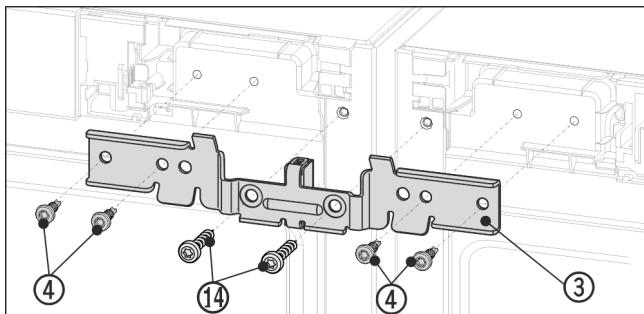

Fig. 12 Simbolična slika
- ▶ Kotnik Fig. 12 (3) z distančnikom potisnite med aparata in na zatiče. Kotnik izmenično rahlo privijte na levi in desni strani s štirimi vijaki Fig. 12 (4) in predhodno izvitima ozemljitvenima vijakoma Fig. 12 (14).